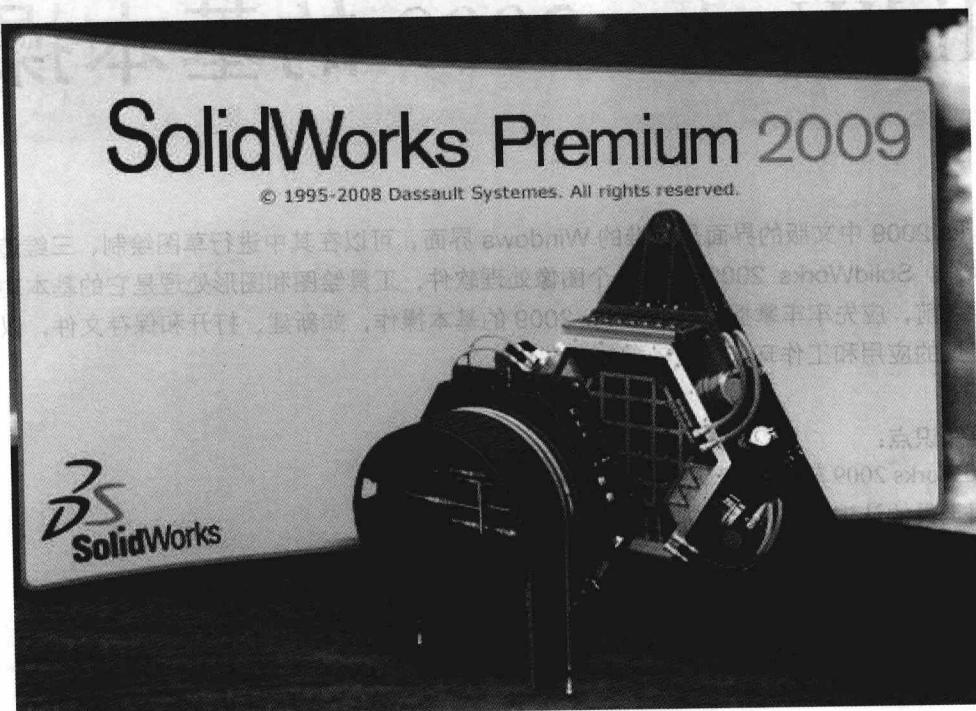

图 1-1 SolidWorks 2009 启动界面
- (1) 双击桌面上的 SolidWorks 2009 SP0.0 快捷图标，启动界面如图 1-1 所示。
- (2) 单击【开始】→【程序】→【SolidWorks】→【SolidWorks 2009】命令。